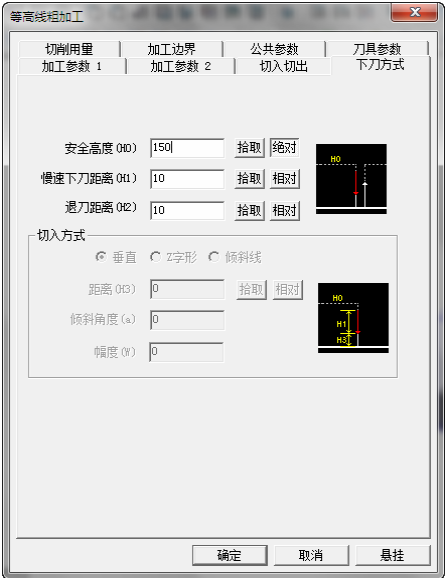

图 8-262 “下刀方式” 选项卡
4) 单击“下刀方式”选项卡，“安全高度”“慢速下刀距离”“退刀距离”“距离”参数数值如图 8-262 所示。